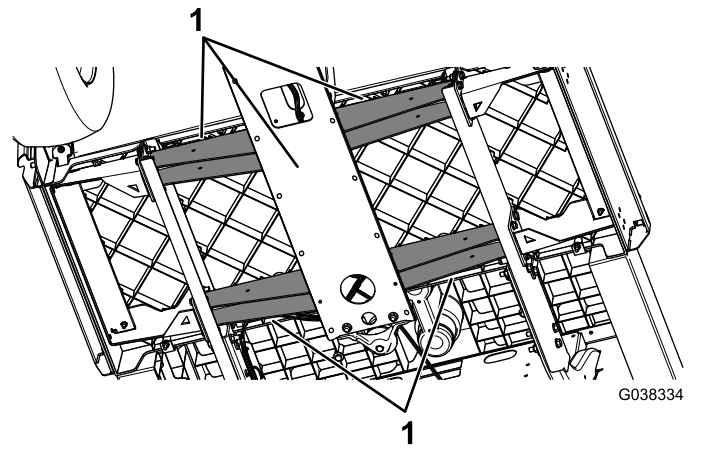

Bild 3
- Stützen Sie die Vorderseite der Maschine mit einem Achsständer unter dem Rahmen ab (Bild 3).